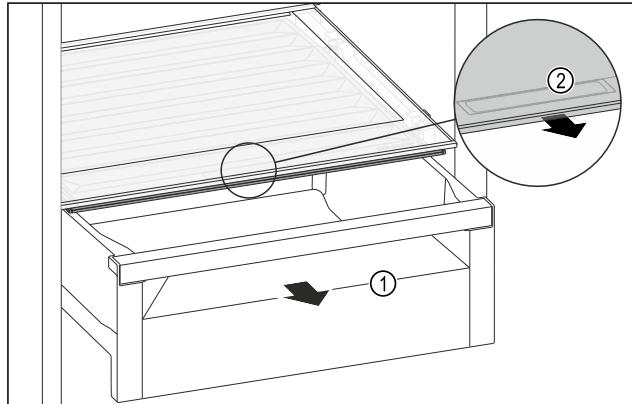

Fig. 108
- Извлеките выдвижной ящик Fig. 108 (1).
- Возьмитесь за утопленную ручку Fig. 108 (2) на крыше отделения и одновременно потяните крышку отделения вперед.